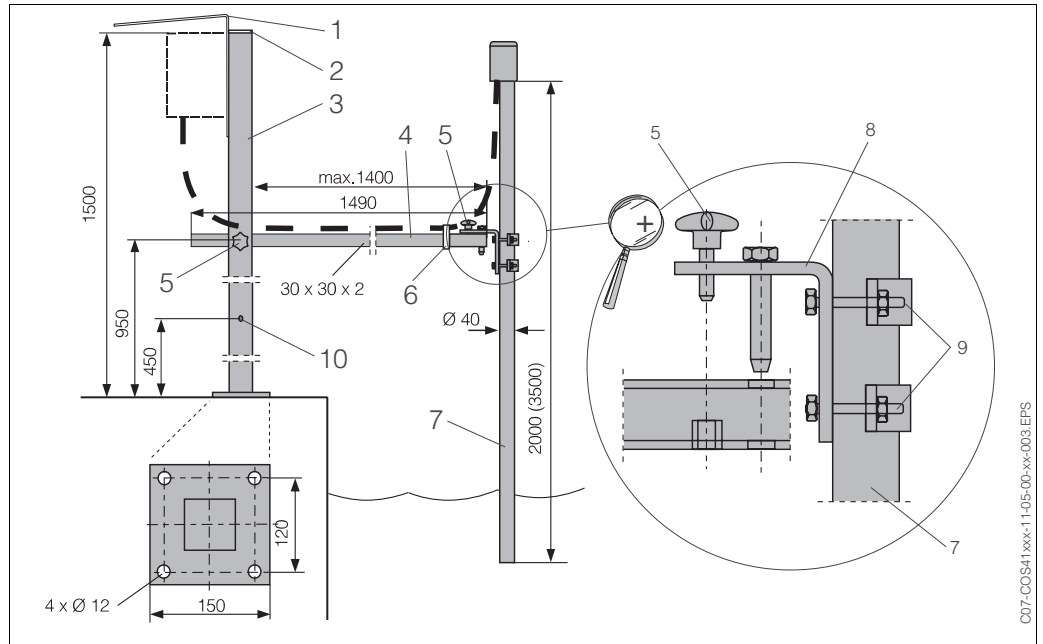

Рис. 3.7: Универсальный подвес СУН 101-D или E
При установке в бассейне или канале с большим или турбулентным потоком (> 0.5 м/с) предпочтительно зафиксировать датчик **в подвесе и погружной трубе** (Рис. 3.7). При сильном потоке, может быть установлена вторая поперечная труба (10).